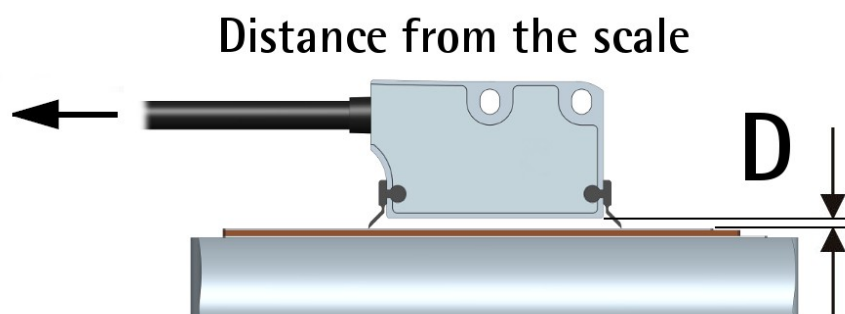
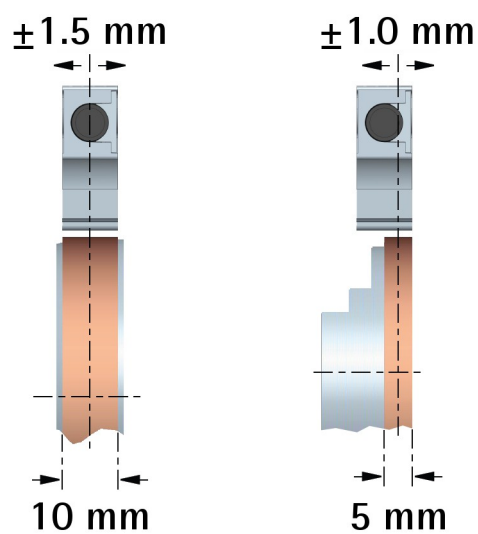
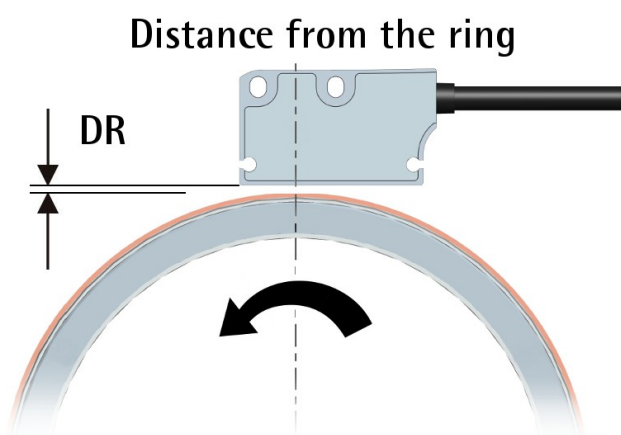

Figura 1 - Distanza montaggio sensore / banda
Figura 5 - Allineamento sensore / anello
Figura 6 - Distanza sensore / anello
E' possibile montare la testina sulla banda nelle due direzioni. La freccia in Figura 1 indica la **direzione di conteggio standard** (il fronte di salita del segnale A precede il fronte di salita del segnale B) quando il sensore muove nella direzione indicata dalla freccia; ulteriori informazioni nella sezione "4.6 Direzione di conteggio" a pagina 25.
La distanza D (si veda la Figura 1) tra la base del sensore e la banda magnetica deve essere compresa nei range indicati nella seguente tabella:
Nel caso di anelli con superficie magnetica di larghezza 10 mm allineare il sensore e l'anello sullo stesso asse centrale. Nel caso di anelli con superficie magnetica di larghezza 5 mm allineare il sensore e l'anello come in Figura 5, badando che il sensore incrementale è posto lateralmente nella testina di lettura. Con anelli 5 mm è indifferente il verso di montaggio dell'anello (bisogna però poi allineare opportunamente il sensore sul lato corretto!).
Riferirsi alle tabelle in basso e alle Figura 2, Figura 5 e Figura 6 per le tolleranze di montaggio tra sensore e anello MRI.
La direzione di conteggio positiva (il fronte di salita del segnale A precede il fronte di salita del segnale B) si ha quando il sensore muove sulla banda nella direzione indicata dalla freccia in Figura 1; oppure quando l'anello ruota nella direzione indicata dalla freccia in Figura 6. Per ogni informazione riferirsi alla sezione "4.6 Direzione di conteggio" a pagina 25.
3.11 Spazzole di pulizia opzionali (Figura 1)
caso di applicazione lineare; con movimento dell'anello come indicato dalla freccia nella Figura 6 nel caso di applicazione rotativa.
Di default la relazione di fase tra i canali di uscita A e B è tale per cui il fronte di salita dell'impulso A precede il fronte di salita dell'impulso B con movimento dell'encoder nella direzione indicata dalla freccia in Figura 1 nel caso di applicazione lineare; con movimento dell'anello come indicato dalla freccia nella Figura 6 nel caso di applicazione rotativa (si veda la sezione "4.5 Definizione canali d'uscita ABO, /ABO" a pagina 23). Il valore rilevato da un contatore collegato alle uscite dell'encoder è perciò crescente. La direzione di conteggio non può essere modificata.